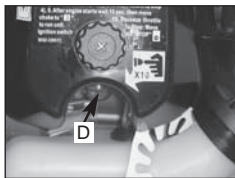

Fig. 10
1. Druk 4 tot 10 x MAX. op de brandstofpomp (D). (Fig. 10)